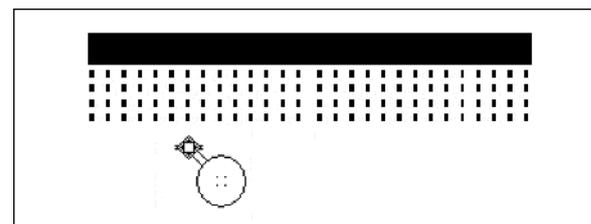

Fig. 45
1.  Scheibenfeld vorwählen (Fig. 45).